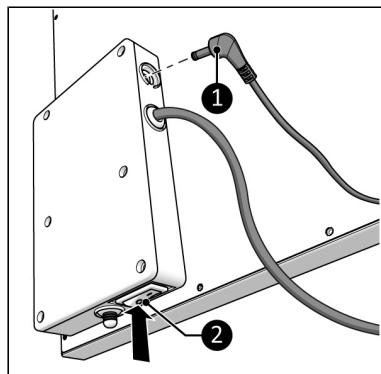

Figure 11.
- Zorg dat de AAN/UIT-knop in de UIT-stand staat (Figure 11, pos. 2).
- Sluit de connector van de externe temperatuursensor (Figure 11, pos. 1) aan op de plug van de sensor.